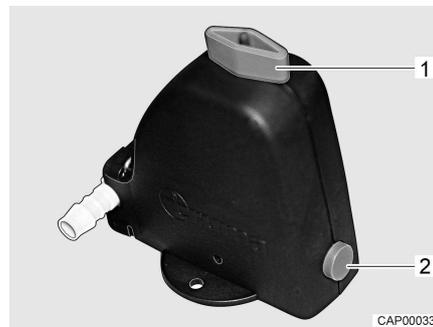
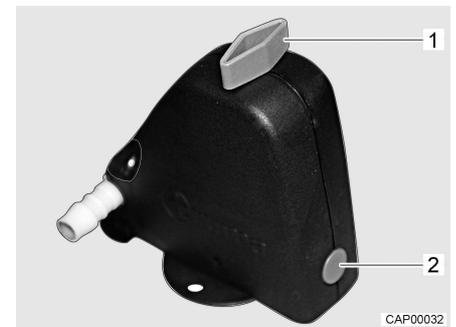

Fig. 97 Valve de sécurité et de vidange ouverte
Fig. 98 Valve de sécurité et de vidange fermée
- Fermer la valve de sécurité et de vidange. Tourner pour cela le bouton rotatif (Fig. 97, 1) dans le sens transversal par rapport à la valve de sécurité et de vidange et enfoncer le bouton-poussoir (Fig. 97, 2). La valve de sécurité et de vidange fermée est représentée à la Fig. 98. Lorsque la température descend en dessous de 6 °C, la valve de sécurité et de vidange ne peut pas être fermée.